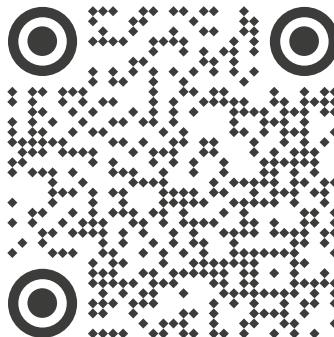

Рис. 1. Руководство пользователя контроллера и приложение для настройки
3.2. Установите нужную величину тока при помощи контроллера NFC [рекомендуется использовать контроллер FEIG CPR30+] и приложения Arlight Configurator для смартфона под управлением Android или для ПК. Воспользуйтесь QR-кодом [рис. 1] для скачивания приложения Arlight Configurator и ознакомления с руководством пользователя.